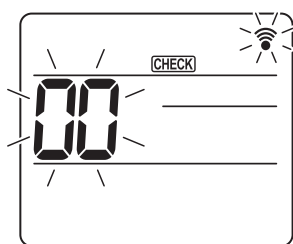
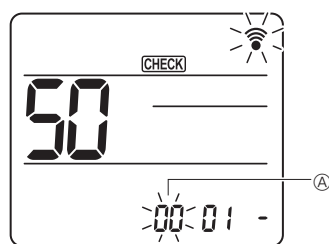
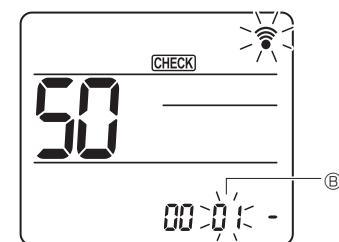
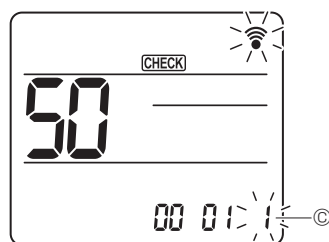

Fig. 7-16
Fig. 7-17
Fig. 7-18
Fig. 7-19
7.4.2. Prin intermediul telecomenzii fără fir (Fig. 7-16, Fig. 7-17, Fig. 7-18, Fig. 7-19)
① Trecerea la modul de selectare a funcției
Mesajul [CHECK] (VERIFICARE) se aprinde, iar valoarea „00” clipește. (Fig. 7-16)
② Setarea numărului unității
Apăsați butonul [SET] pentru a seta numărul unității ①. (Fig. 7-17)
③ Selectați un mod
Apăsați butonul [SET] pentru a seta numărul Modulului ②. (Fig. 7-18)
④ Selectarea numărului setării
Utilizați butonul [SET] pentru a modifica numărul Setării ③. (Fig. 7-19)